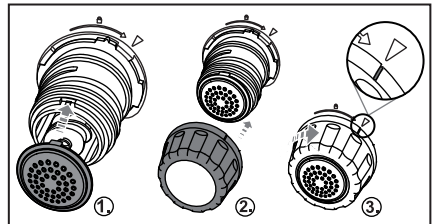

Fig. 5
- 8) Seleccione el disco moldeador **8** adecuado (consulte el capítulo "Discos moldeadores") y colóquelo sobre el soporte **12** de forma que ambos encastres del disco moldeador **8** encajen en los alojamientos del soporte **12** (fig. 5).
- 9) Coloque la fijación del disco moldeador **14** sobre el soporte **12** y gírela en sentido horario hacia el símbolo  para fijarla (**fig. 5**). En caso necesario, sujete bien el disco moldeador **8** con la otra mano.